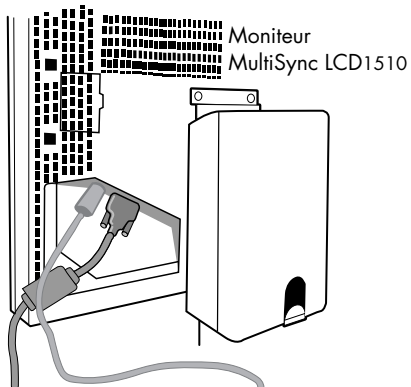

Figure C.1
3. **MultiSync LCD1510 et MultiSync LCD1510V** : Branchez le mini-connecteur D-SUB à 15 broches de câble vidéo et le câble de l'adaptateur CA aux connecteurs appropriés à l'arrière du moniteur (**Figure C.1**).